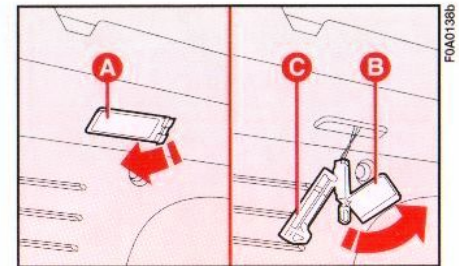

Abb. 39
- 1) Die Lichtscheibe **A, Abb. 39**, durch Einwirken in Pfeilrichtung entfernen.